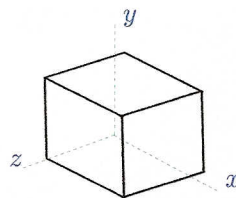

Figura 3: Cubo diferencial
a) Dibuje en un cubo diferencial como el de la figura 3 los estados de esfuerzos (4 puntos):